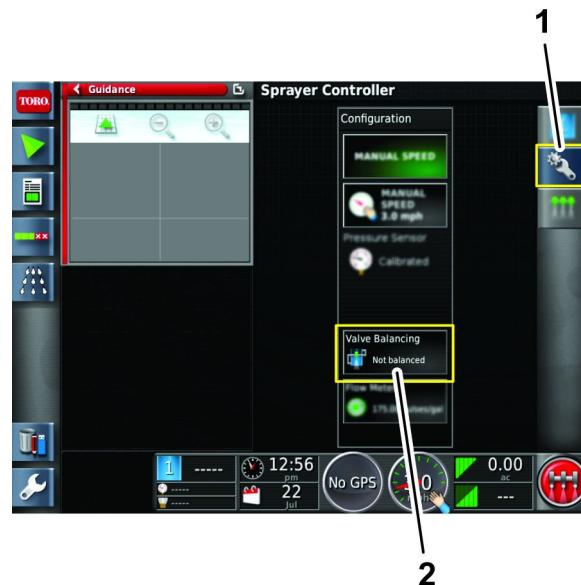

Figura 46
6. Pulse el ícono de configuración y luego pulse el ícono del asistente de equilibrado de válvulas (Figura 46).